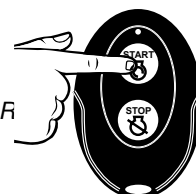

Figure 10: Télécommande sans fil - STAR
5. Appuyez sur l'icône START sur la télécommande sans fil. (voir la figure 10).